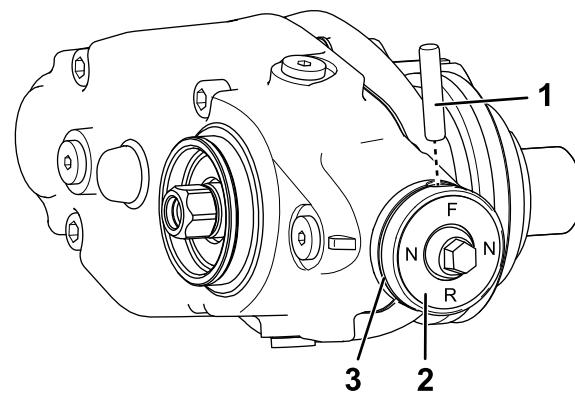

Figura 17
- A. Retire la junta tórica del mando del embrague (Figura 17).
- B. Retire el pasador de seguridad que sujetla el mando del embrague al eje del actuador (Figura 17).
- D. Monte el mando del embrague en el eje del actuador con el pasador de seguridad (Figura 17).